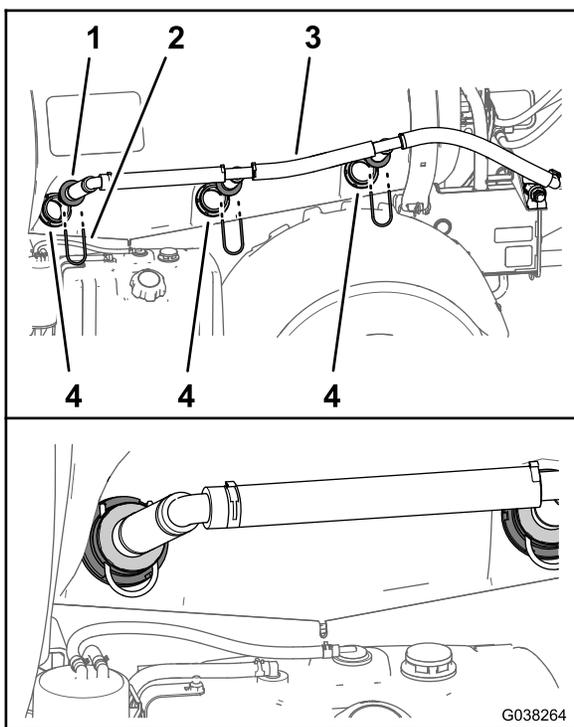

図 62
1. 攪拌ノズルアセンブリの3つのノズルを、液剤タンクのバルクヘッドフィッティングに入れる 図 62。
2. 攪拌ノズルを固定するリテーナ 図 62 ステップ 1 タンクから攪拌ノズルを外す (ページ 13) で外したものの3個を使用する。